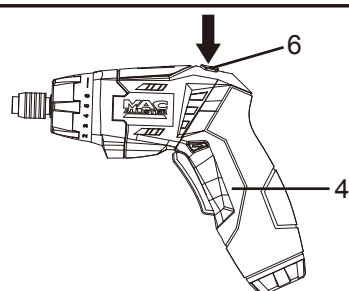
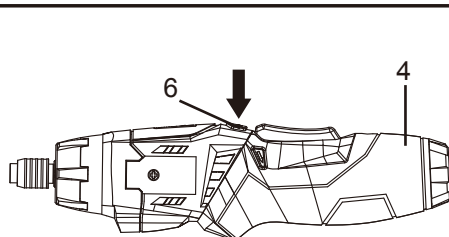

Fig. 8 Posição pistola
Fig. 9 Posição horizontal
Para mudar à posição horizontal, mantenha pressionado o botão de desbloqueio (6) e gire a pega (4) para a direita até que ela encaixe na posição (Fig. 8). Para mudar à posição pistola, mantenha pressionado o botão de desbloqueio (6) e gire a pega (4) para a esquerda até que ela encaixe na posição (Fig. 9).